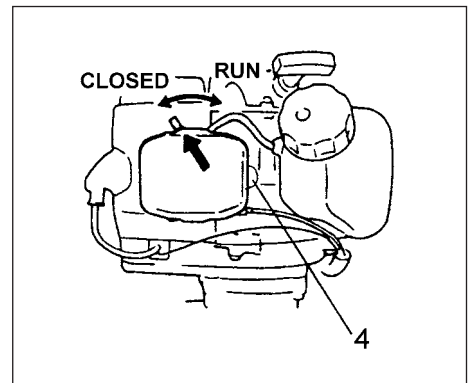

Fig. 2-3
- * Trykk på sugepumpeboblen (4) flere ganger slik at brennstoff flyter gjennom boblen eller returrøret. (Hvis utstyrt slik) (fig. 2-3)
3. Sett chokehendelen til CLOSED (lukket) posisjon. (fig. 2-3)
5. Når du hører at motoren ønsker å starte returneres chokehendelen til posisjon RUN (KJØR) (åpen). Trekk så raskt i rekylstarteren igjen. (fig. 2-3)